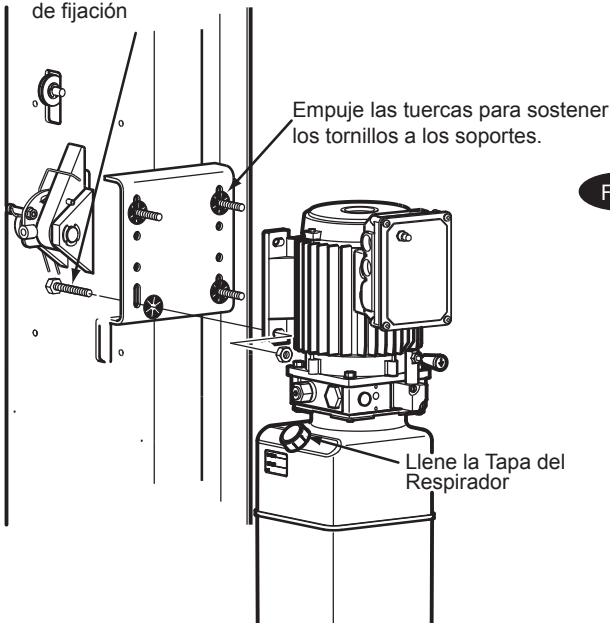

Fig. 9
9. Unidad de energía: Coloque los (4) 5/16"-18NC x 1-1/2" la contratuerca de fijación HHCS a través de los orificios en el soporte de la unidad de energía utilizando Tuercas de Presión para mantenerlo en su lugar, Fig. 9. Monte la unidad con el motor hacia arriba del soporte de la columna e instale (2) 5/16" rondanas de estrella y 5/16" contratuercas de fijación. Instale y apriete manualmente la Bifurcación T para introducir hasta que el anillo O esté sellado. Continúe apretando la contratuerca a 10-15 ft-lb. (14-20 Nm), o hasta que la tuerca y la rondana toquen fondo contra la bomba múltiple. **NOTA:** Podría todavía ser capaz de girar la Bifurcación T. Esto es aceptable a menos de que haya filtración hacia el anillo O. De ser así, apriete suavemente la contratuerca.